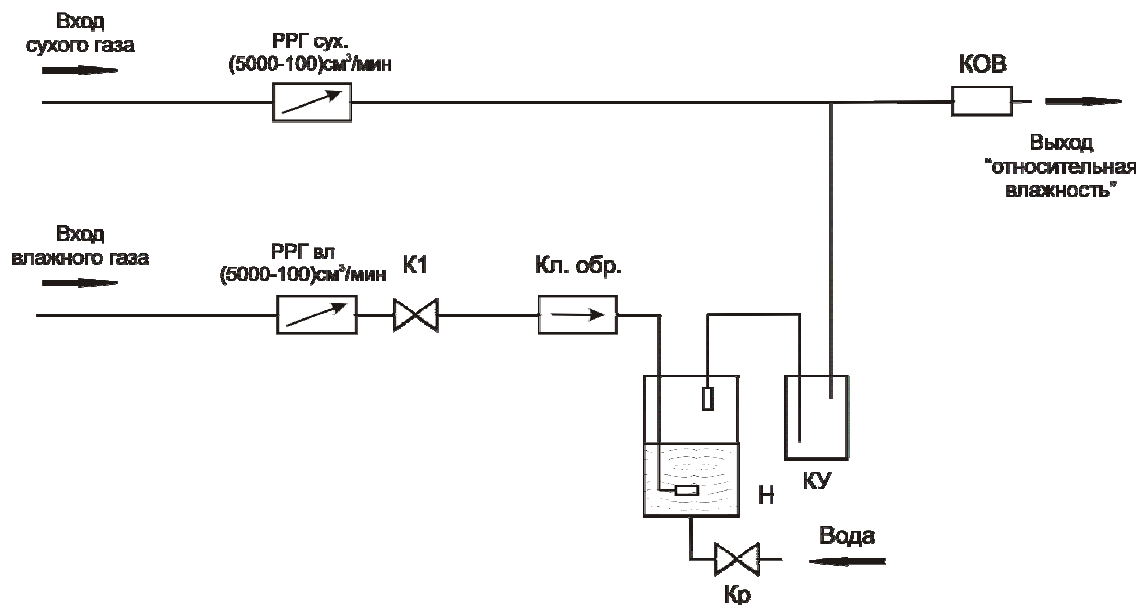
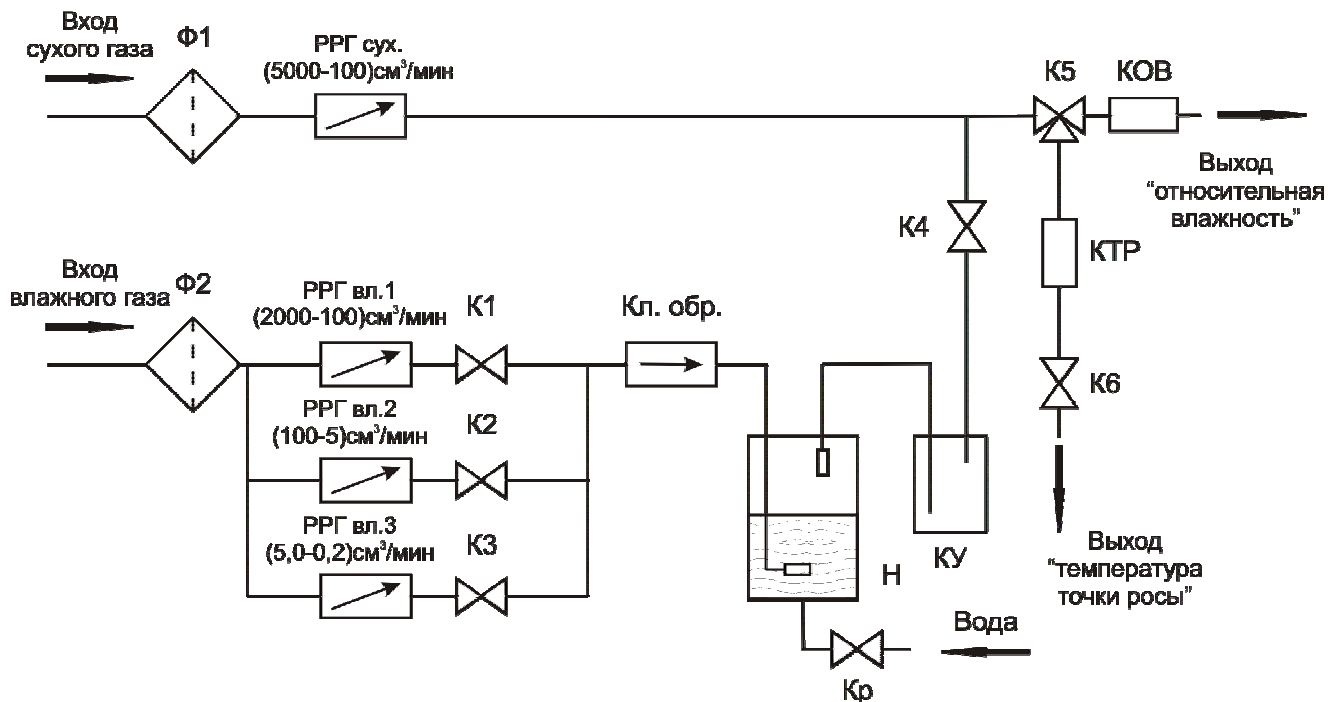

Рис. 1 Схема газовая принципиальная генератора влажного газа ГВГ-901
Рис. 2 Схема газовая принципиальная генератора влажного газа ГВГ-902
1.4.3 Газовая система включает (ГВГ-901 - рис.1, ГВГ-902 – рис. 2) регулятор массового расхода газа, электромагнитный клапан, термостатируемый барботер, каплеуловитель, рабочую камеру со встроенным высокоточным датчиками влажности, систему соединенных трубопроводов.